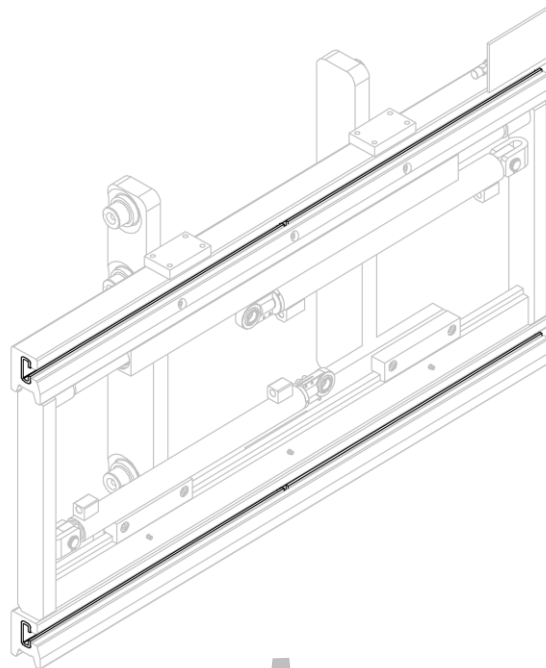
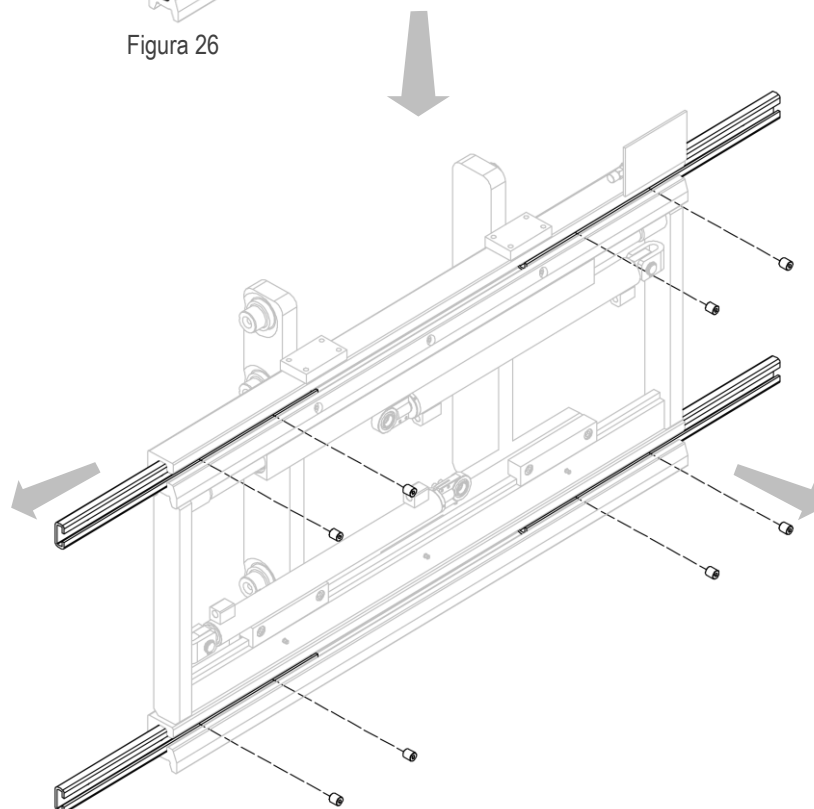

Figura 26
Figura 27
3. Quitar las deslizaderas en bronce después de desatornillar los tornillos correspondientes (mira *Figura 26* y *Figura 27*).